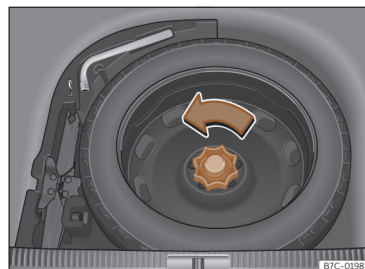

Fig. 231 Dans le coffre à bagages : plancher de chargement soulevé.
- Tournez la molette dans le sens inverse des aiguilles d'une montre >>> fig. 231.